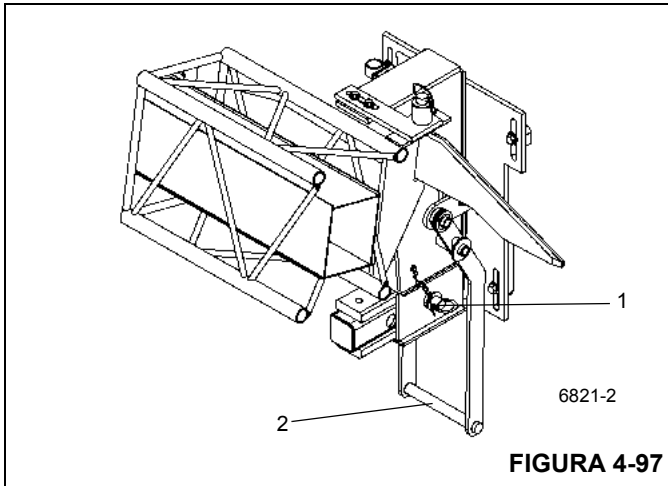

FIGURA 4-97
14. No suporte de armazenamento traseiro, remova o pino de retenção (Figura 4-97, 1) que fixa o suporte deslizante na posição "EXTERNA". Pressione a alavanca (Figura 4-97, 2) para empurrar a lança articulada contra a parte traseira da lança.
15. Desengate as conexões de fixação da lança articulada dos olhas de fixação da extremidade da lança. Instale o pino de retenção (Figura 4-97, 1) que fixa o suporte deslizante na posição "INTERNA".